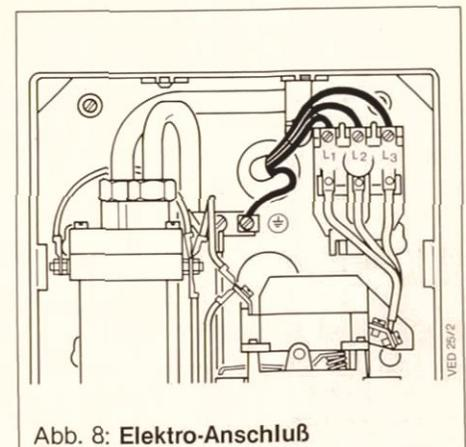

Abb. 8: Elektro-Anschluß
Den Elektro-Anschluß nach Entfernen einer geeigneten Scherbelwand (2 oder 3, Abb. 2) durch die Geräterückwand in den VED.../2 einführen. Zur Abdichtung die beiliegende Gummimanschette verwenden, das Elektrokabel, wie in Abb. 8 gezeigt, an die Klemmleiste L₁(R), L₂(S), L₃(T) und den Schutzleiter an Klemme ⊕ anschließen.